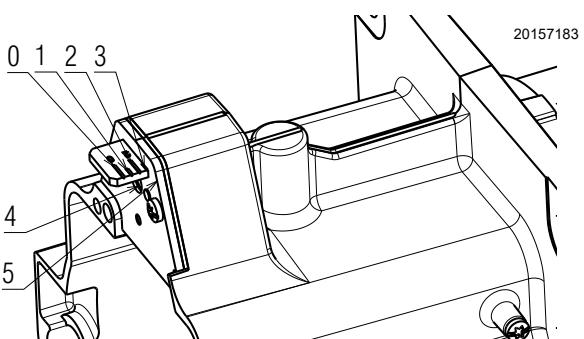
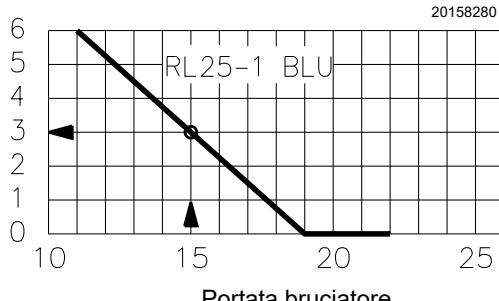

Fig. 14
Fig. 15
- Ruotare la vite 4)(Fig. 14) fino a far collimare la tacca indicata dal diagramma (Fig. 15) con il piano anteriore della flangia 5)(Fig. 14).
- Il diagramma (Fig. 15) indica che per una portata di 15.6 kg/h il bruciatore RL 25/1 BLU necessita di una regolazione della testa di combustione a 3 tacche circa, come illustrato in Fig. 15.